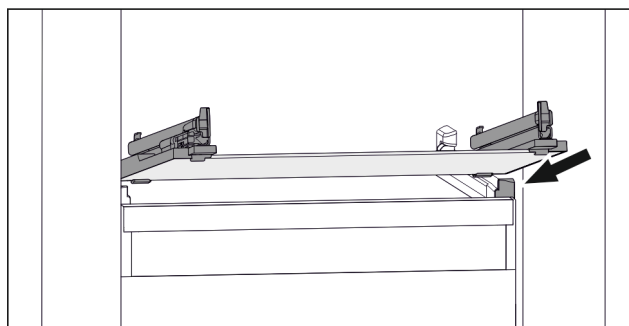

Fig. 75 Beispielhafte Darstellung der Glasplatte
- Glasplatte schräg hinter den Stopperrn aufsetzen. (zie Fig. 75)